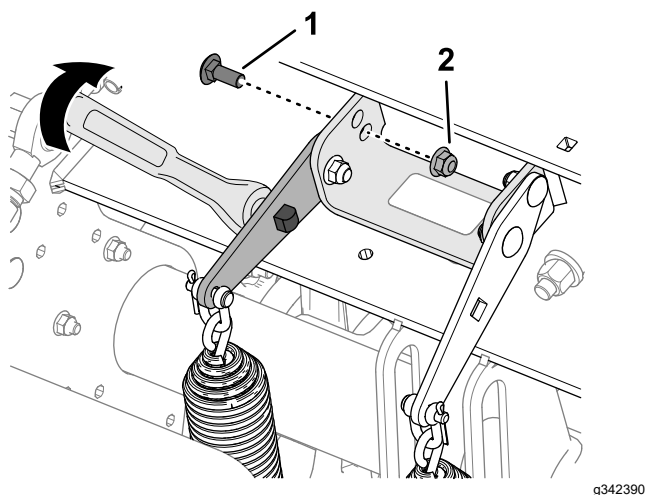

Figure 110
4. Insérez un manche à rochet de ½ pouce ou une barre de levier dans le trou carré de la patte de tension du ressort (Figure 110).